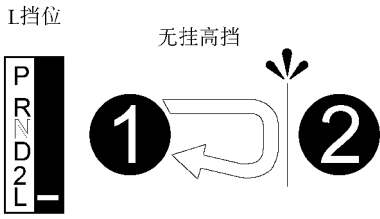

图 11-34 L 挡位试验
(1) 使汽车在 L 挡位行驶，检查是否挂高挡到 2 挡齿轮位置，如图 11-34 所示。